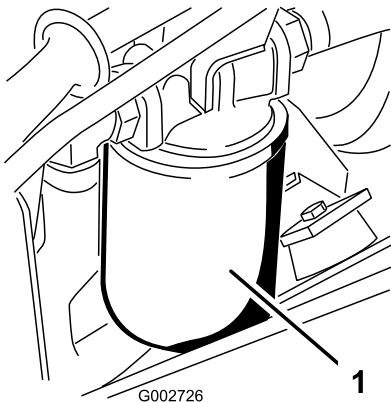

Bild 46
4. Stellen Sie eine Auffangwanne unter den Hydraulikfilter, der sich links an der Maschine befindet (Bild 46).
7. Montieren Sie den neuen Hydraulikfilter (Bild 46), indem Sie ihn von Hand soweit eindrehen, bis die Dichtung den Filterkopf berührt, und ziehen Sie den Filter dann um eine weitere  $\frac{3}{4}$  Umdrehung an.